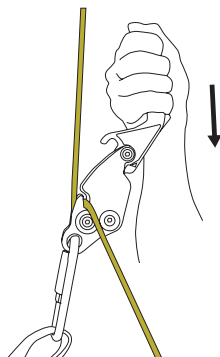

Figur 3
3. Fastgør nedfiringens anordning til et fastgørelsespunkt foran på selen, figur 3 (iht. EN813 anbefales det at bruge nederste fastgørelsespunkt på selen) med karabinhagen. Sørg for, at begge karabinhager er helt låst.
8. Nedfiringshastigheden reguleres med den ene hånd om håndtaget og den anden hånd om rebet under anordningen. Når du begynder, skal rebet komme ud af slidsen i en vinkel. Når nedfiringsanordningen sidder omvendt, startes nedfiringen ved at trække håndtaget opad (figur 7) og standses ved at flytte håndtaget nedad eller ved at udløse det. Du kan øge eller reducere friktion ved at flytte rebet ind i den smalle del af slidsen eller væk som vist i figur 3:B. Det er vigtigt altid at holde med den ene hånd om rebet under nedfiringsanordningen for bedre at styre nedfiringen.